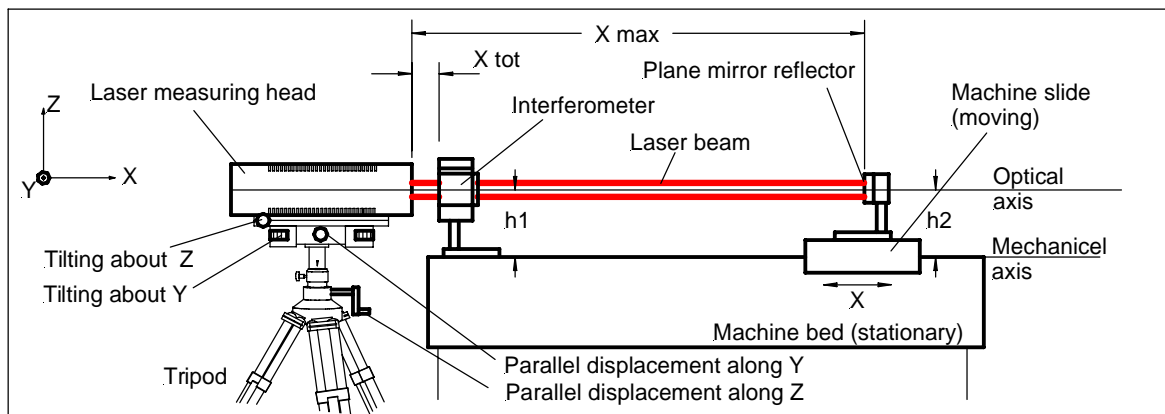

图 9: 光路的方向调整
2. 把平面反射镜移动到离激光头最远的点 (图 9)，在 Y 和 X 方向调整光束方向：